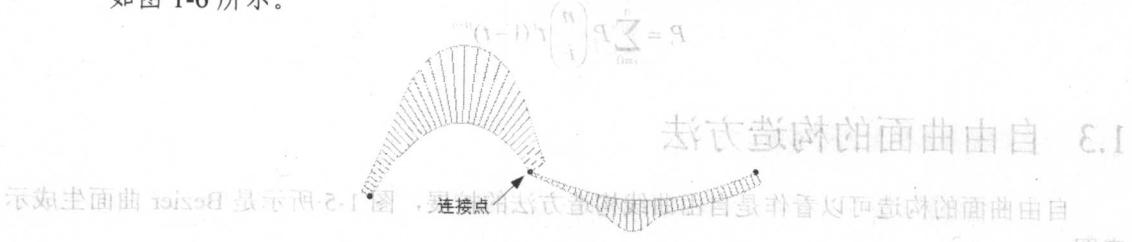

图1-6 位置连续
- 位置连续性：曲线在端点处连接或者曲面在边线处连接，通常称为G0连续，如图1-6所示。